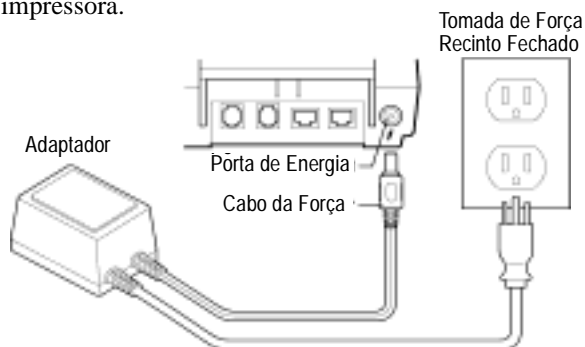

Figura 14 Conexão da Fonte de Alim. do OMNI 3200
1. Insira o conector em forma de barril situado na ponta do cabo do adaptador, dentro da porta redonda no painel traseiro do terminal (veja Figura 14). A porta de energia é identificada pelo ícone de “energia elétrica”, conforme indicado à direita.